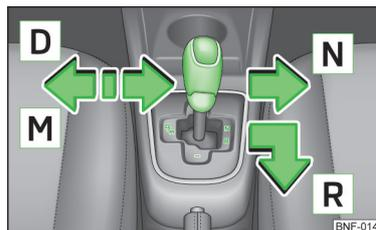

Fig. 84
Le levier sélecteur permet d'enclencher les modes suivants » fig. 84.
- » Poussez le levier sélecteur dans la position auto-rabattue dans le sens de la flèche vers la gauche » fig. 84 à la page 81 et engagez-le dans la position **D**.